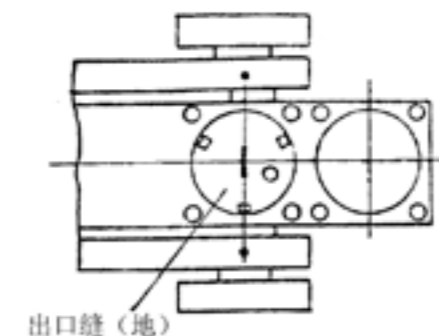

图 4-1 出口缝安装方向示意
9. 逐一装上出口缝、全离子检测极和前置放大器。要注意出口缝垂直于质谱室壳侧边且卡紧在腔体内；片上的孔对准壳体上的排气孔（图 4-1），全离子检测极面与靴面吻合；离子源和前置放大器 O 型密封胶圈不得沾有纤维脏物，如 O 圈老化，应换新的。